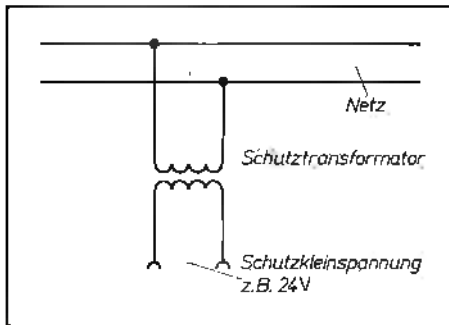

Bild 16/1 Schutztransformator – beide Wicklungen müssen galvanisch getrennt sein
- durch *Schutztransformatoren* (Bild 16/1)